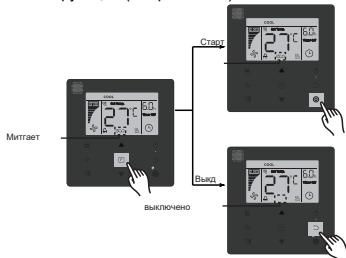

рис. 14.24
- ВКЛ/ВЫКЛ функции «ЭКО»: нажмите кнопку F, чтобы переключаться на функцию «ЭКО» («» мигает), и нажмите кнопку C, чтобы включить функцию, или кнопку D, чтобы выключить функцию (см. рис.14.24).